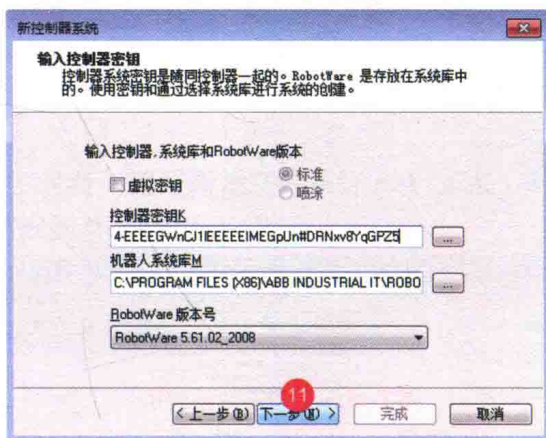

图 1-15 输入复制的密钥
⑨将复制的密钥粘贴在密钥栏中，单击“下一步”，如图 1-15 所示。